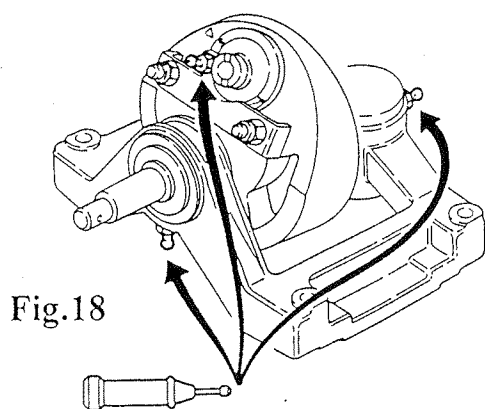

Fig.18
- Ingrassare i movimenti dello spandiconcime (fig.18)
- grease the spreader-device joints (fig.18)